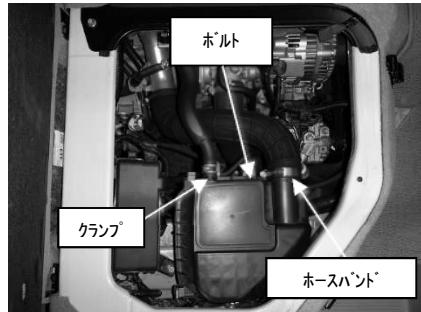

図 2
- 2) ブローバイホースのクランプ、純正サクションのホースバンド、ボルト 1ヶ所を取り外し、純正クリーナーBOXを取り外します。図 2 参照